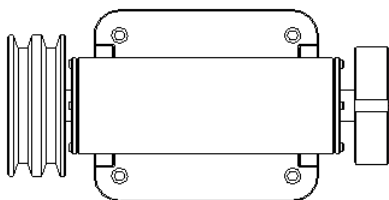

图 3.9.20 俯视图
Step3. 双击该俯视图, 在弹出的“绘图视图”对话框中将视图的显示模式设置为 **消隐**, 然后关闭对话框, 结果如图 3.9.20 所示。